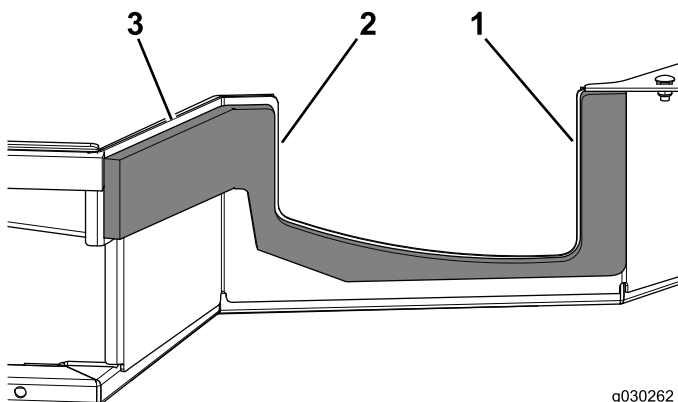

Figura 15
6. Utilize as medições indicadas em Figura 15 para colocar o vedante.